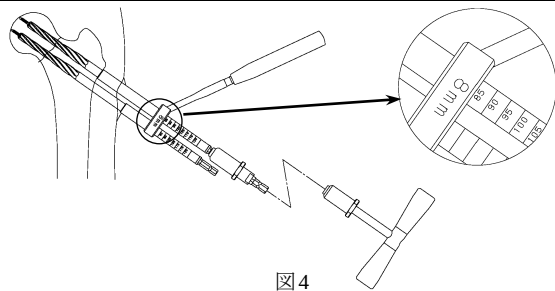

図4
- ** 4) ガイドピンスリーブを取り外し、ステップライマーにてガイドピンが骨頭を貫通しないよう、イメージインテンシファイヤー（X 線透視）で確認しながら平行に骨頭軟骨下骨直下までリーミングします（後端に T ハンドル（L）を接続して手回して慎重に進めます）。ガイドピンスリーブが手回しで取り外し難い場合は、ガイドピンスリーブのつまみ部にある丸穴にガイドピンプッシャーを挿入して回すことにより、取り外しを容易にします。パラレルガイド近位側が確実に骨面に接触した状態で、目盛りを読み取ります。（図 4）